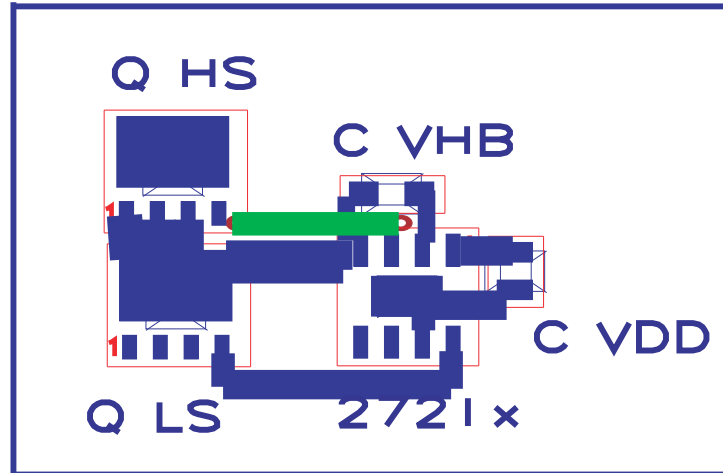

図 9-1. UCC27211 の部品の配置
- $V_{DD}-V_{SS}$ および $V_{HB}-V_{HS}$ (ブートストラップ) コンデンサは、デバイスにできるだけ近づけて配置します。(図 9-1 を参照)。